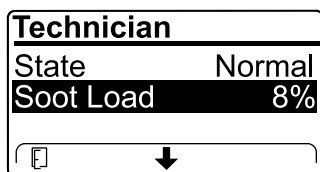

Figura 28
- Vea la carga de hollín que se mide como porcentaje de hollín en el DPF (Figura 28); consulte la tabla de carga de hollín.